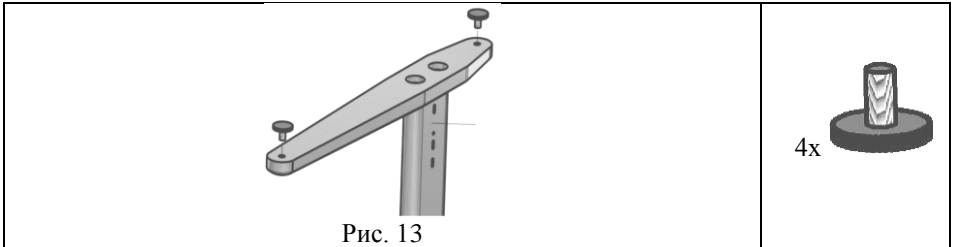

Рис. 13
5.2.1. В левую, правую стойку комплекта КСО.13 или КСО.14 или КСО.15 (упаковочное место 2) снизу вкрутить ножки черные (поз. 1, пакет №8), см. рис. 13.